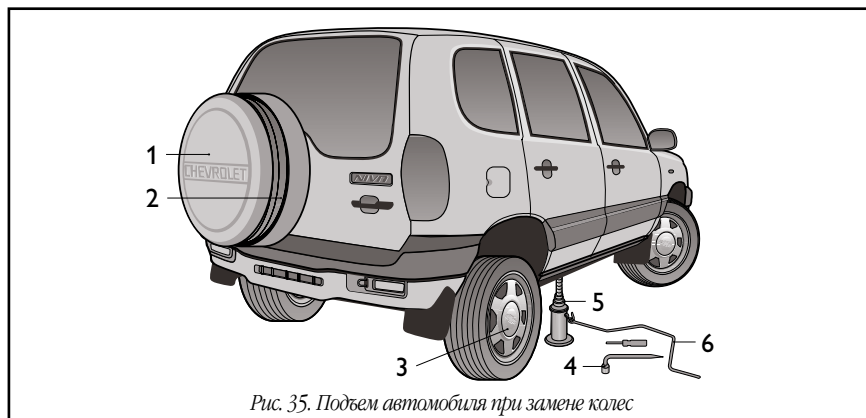

Рис. 35. Подъем автомобиля при замене колес
2. Достаньте домкрат 5, рис. 35, который крепится эластичным ремнем в багажнике на арке заднего левого колеса, насос и сумку с инструментом, расположенные в багажнике на арке заднего правого колеса. Демонтируйте запасное колесо 2. Для демонтажа запасного колеса снимите декоративный колпак 1 и отверните три гайки, которыми колесо крепится к специальному кронштейну.